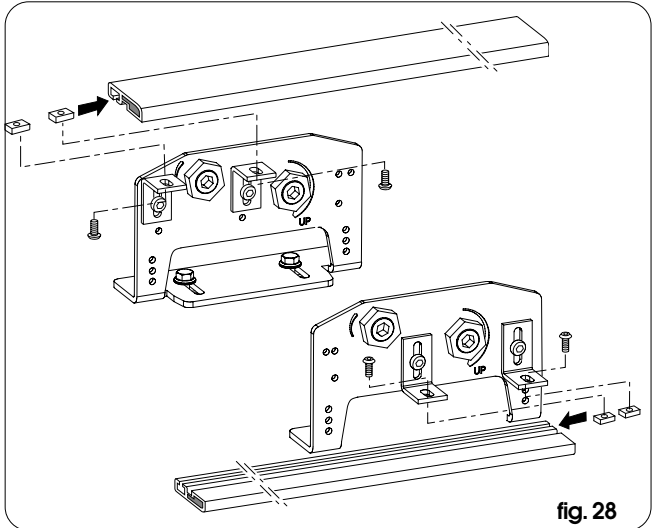

fig. 28
- Zet bij geopende vleugels de verplaatsingsstangen vast aan de wagens met de bijgeleverde trekschroeven, M5 (fig. 28) zodat de bijbehorende verbinding met de riem zich aangrenzend aan de (tussen- of aandrijf-) poelie bevindt;
- Zet bij gesloten vleugel de verplaatsingsstang vast aan de wagen met de bijgeleverde trekschroeven M5 (fig. 28) zodat de bijbehorende verbinding met de riem zich aangrenzend aan de (tussen- of aandrijf-) poelie bevindt;